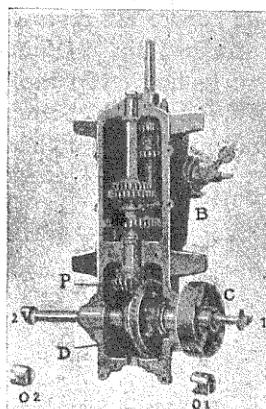

Fig. 187. — Changement de vitesse Gladiator. Transmission des chaînes.
B. Transmission par chaînes. — Le montage de la transmission par chaînes se compose, comme une transmission par cardans, d'une boîte de vitesses B (fig. 187), dont les deux arbres sont ici l'un au-dessus de l'autre au lieu d'être l'un à côté de l'autre ; ceci n'a, du reste, aucune importance.
FIG. 189. — Chassis Rossel 1904, à transmission par chaînes. (Par opposition à la figure 187, le différentiel a un carter différent de celui du changement de vitesse.)